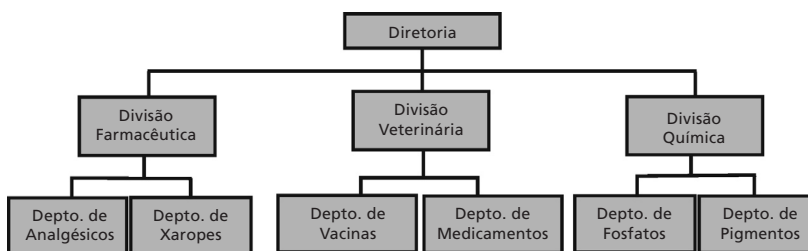

Figura 2.5: Departamentalização por produtos/serviços.
Este tipo de departamentalização só dará bons resultados quando a produção for volumosa e permanente, porque assim pode-se utilizar melhor as instalações especializadas e o pessoal também especializado. Veja a **Figura 2.5**:
- Exige mais pessoal e recursos materiais, porque cada setor pode apresentar divisões próprias, podendo daí resultar aumento desnecessário de recursos e equipamentos; (na **Figura 2.5**, por exemplo, observa-se que as Divisões Farmacêutica e Veterinária poderiam possuir, cada uma, um único departamento de medicamentos, englobando todos os tipos de produtos).